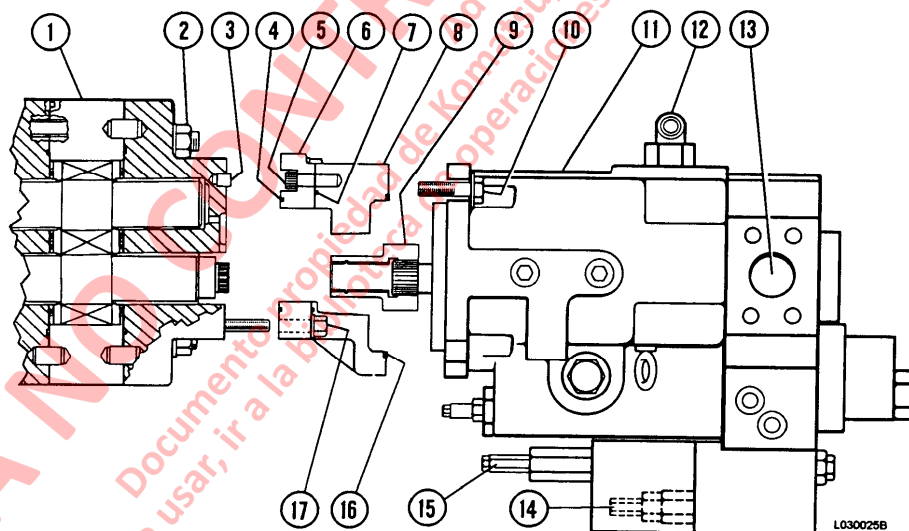

FIGURA 3-3. DESMONTAJE DE LA BOMBA DE DIRECCION/FRENOS
10. Saque los cuatro pernos de montaje de la bomba de frenos/dirección (4). Deslice la bomba de elevación hacia adelante para desenganchar las estrías del acoplamiento de mando (9, Figura 3-3) de la bomba de la dirección.
1. Monte el anillo de goma (16, Figura 3-3) en la bomba de la dirección (11). Monte el acoplador (9) a la bomba de elevación.
1. Limpie muy bien el exterior del conjunto de la bomba. Si la bomba de la dirección está adherida, saque los pernos (10, Figura 3-3) y saque la bomba de la dirección de la placa de transición (8). Saque el anillo de goma (16).
2. Saque el acoplamiento (9). Saque los pasadores (3) si están dañados o si es necesario cambiar la placa de rodamientos
4. Saque las tuercas (17, Figura 3-3). Saque la placa de rodamientos (20, Figura 3-4) con la placa de transición (22) y el anillo de goma (26). Saque los pernos que aseguran la placa de rodamientos a la placa de transición y retire el anillo de goma (23). Saque los pasadores si están dañados o si es necesario cambiar la placa de transición.